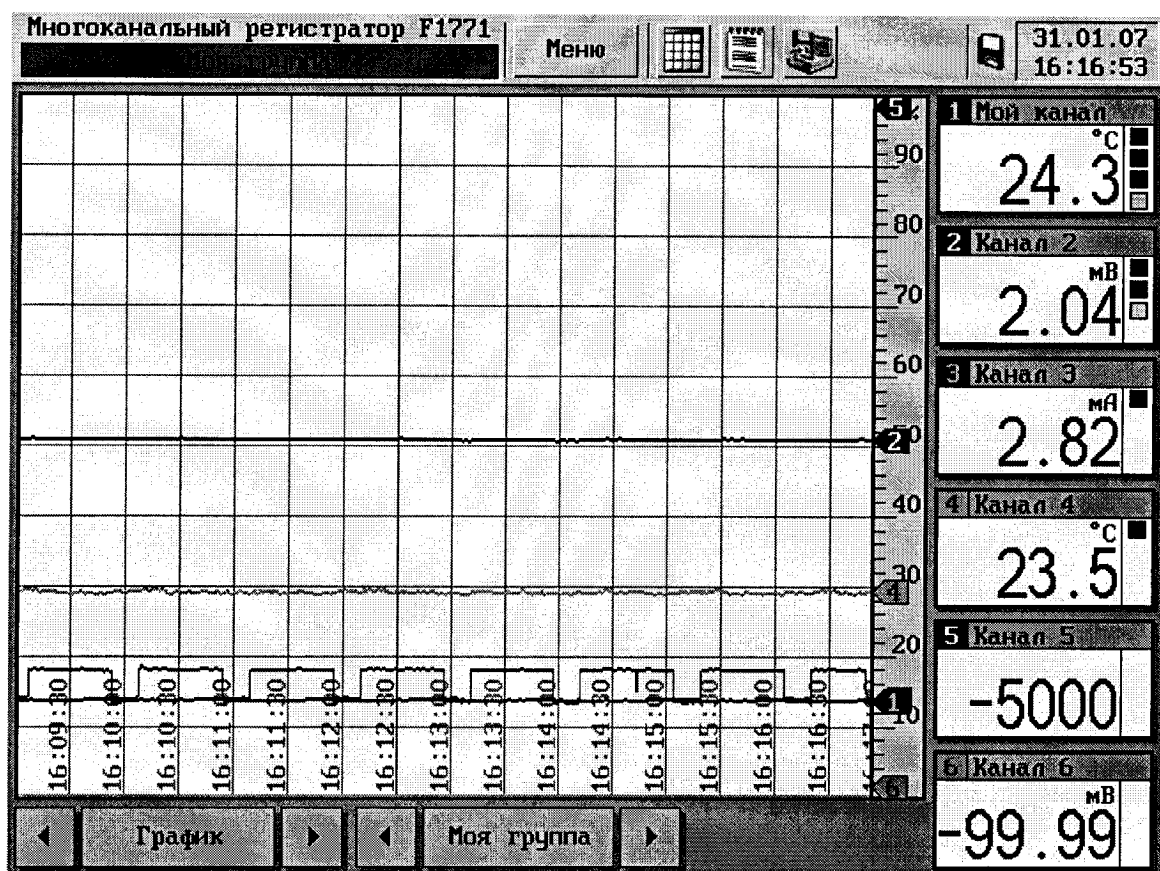

Рисунок 4.2
- «Горизонтальный график» - оси X соответствует время измерений, ось Y – шкала измерений (см. рисунок 4.2)
- «Горизонтальный график» - ось X соответствует время измерений, ось Y – шкала измерений (см. рисунок 4.2)